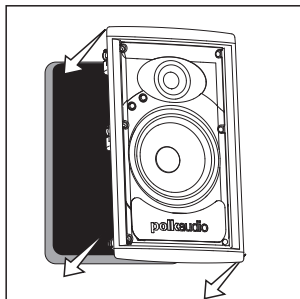

FIGURE 12
- Loosen the rotating wall clamps by unscrewing them. Make sure that the rotating wall clamps are flipped inwards so that your speaker fits into your cutout without nicking your wall. Then place the speaker carefully into the cutout [figure 12].
- Desserrez les crampons rotatifs en les dévissant. Assurez-vous que les crampons rotatifs sont dirigés vers l'intérieur de façon à ce que votre haut-parleur puisse pénétrer l'embrasure sans érafler le mur ou le plafond. Placez ensuite délicatement le haut-parleur dans l'embrasure [figure 12].